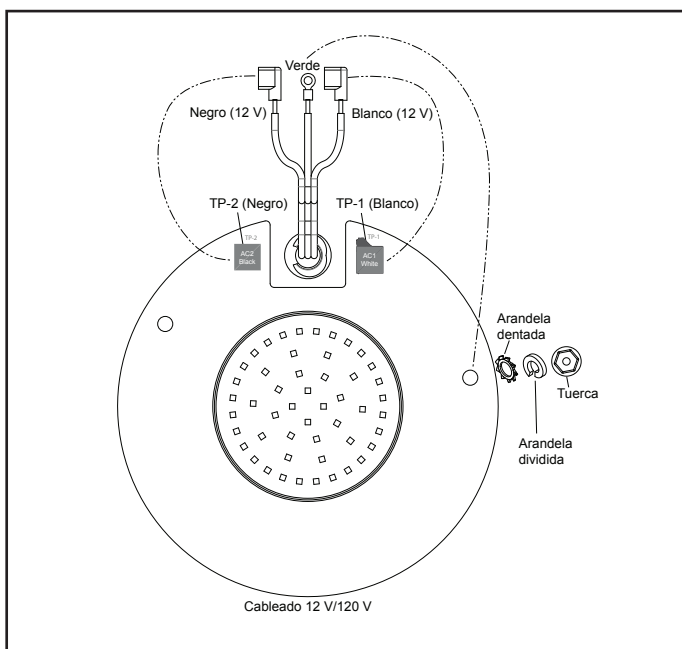

Figura 8. Reemplazo y cableado de emisor de luz (PCB) grande
3. Extraiga tres (3) tuercas y sus arandelas.
6. Coloque la placa LED y la placa de controlador de iluminación nuevas en la lámpara con la orientación que se muestra en la Figura 8.
7. Sujete las placas nuevas con tres (3) arandelas, arandelas divididas y tuercas. Aplique 12 libras pulgada de fuerza de torsión.